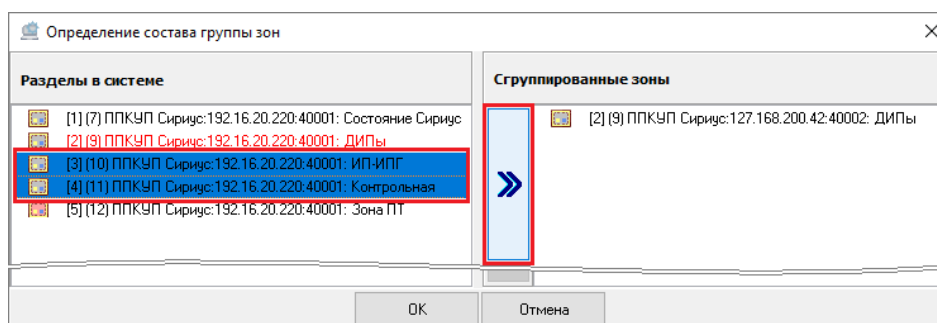

Рисунок 6-279 Привязка аппаратных зон к аппаратной группе зон
- выделите одну или несколько аппаратных зон в поле «Зоны в системе» (для выделения сразу нескольких аппаратных зон нажмите на клавиатуре и удерживайте клавишу <Shift> для выбора диапазона или клавишу <Ctrl> для комбинированного выбора) и нажмите кнопку переноса  (см. Рисунок 6-279);